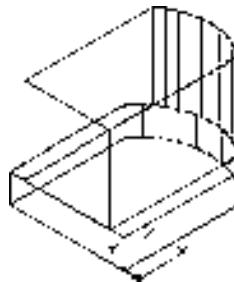

图 11-97 拉伸顶面 操作后的实体
10) 单击“实体编辑”工具栏中的“拉伸面”按钮~~面~~，将实体顶面向上拉伸“40”。结果如图 11-97 所示。